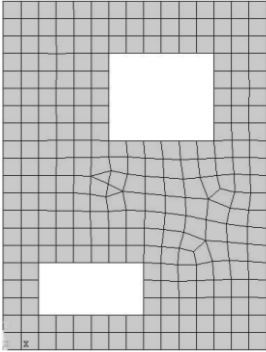

Рисунок 3.2 – Модель пластини з сіткою KE
3.7. Розбиваємо конструкцію на кінцеві елементи (рис.3.2):